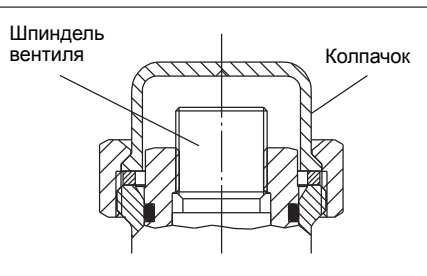

Рис. 7.1: Регулирующий вентиль
7.2. Настройка регулирующих вентилей (рис. 7.1)